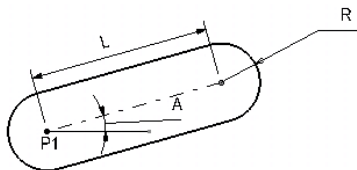

图 2-52
- 圆弧半径、一点、两圆心的距离和角度确定延长孔：如果先后输入圆弧半径 R、第一个圆的圆心 P、两圆心的距离 L 和角度 A，就能确定延长孔，如图 2-52 所示。